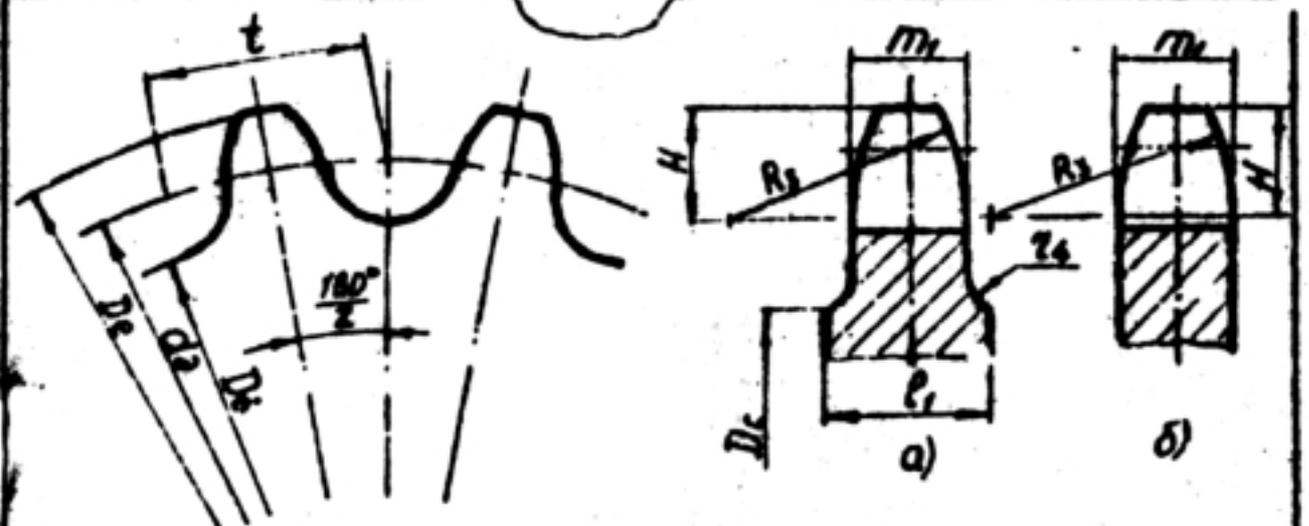

Рис. 25. Звездочки конического колеса (по ГОСТ 504-69)
Цель упражнения: приобрести навык выполнения чертежа звездочки приводных цепей (ГОСТ 391-69), нанесения размеров (рис.25).
2. Выполнить расчет диаметров звездочки (рис.25):